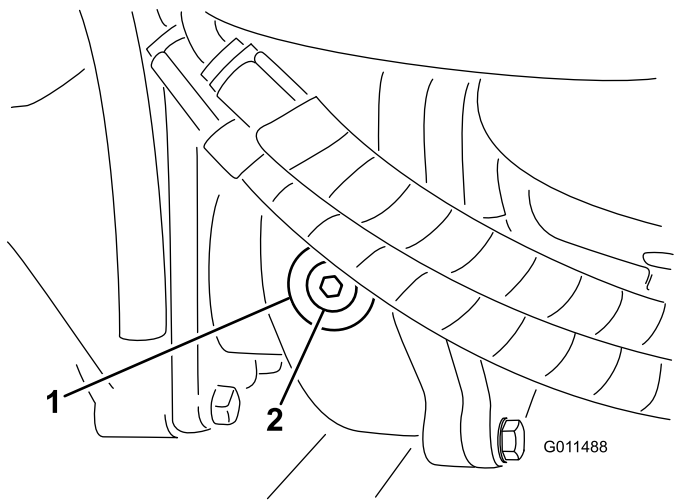

图60
2. 从齿轮箱的左侧取出检查/注油塞确保润滑剂向上直至孔的底部图60。